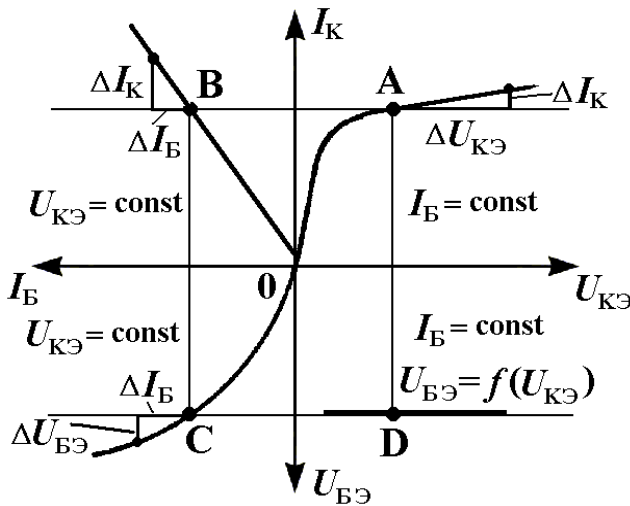

Рис. 3
Зависимости между входными и выходными токами и напряжениями в транзисторе принято представлять четырьмя семействами характеристик (рис. 3). На этом рисунке каждое семейство представлено лишь одной кривой. В правой верхней четверти содержится семейство выходных характеристик: $I_K = f(U_{КЭ})$ при $I_B = \text{Const}$. В верхней левой четверти находится семейство характеристик передачи по току при $U_{КЭ} = \text{Const}$. Левая нижняя четверть содержит семейство входных характеристик $U_{БЭ} = f(I_B)$ при $U_{КЭ} = \text{Const}$, а нижняя правая четверть –
6. По полученным данным построить четыре семейства характеристик и определить графически входную проводимость σ , входное сопротивление $R_{ВХ}$ и коэффициент усиления по току β (см. рис. 3).